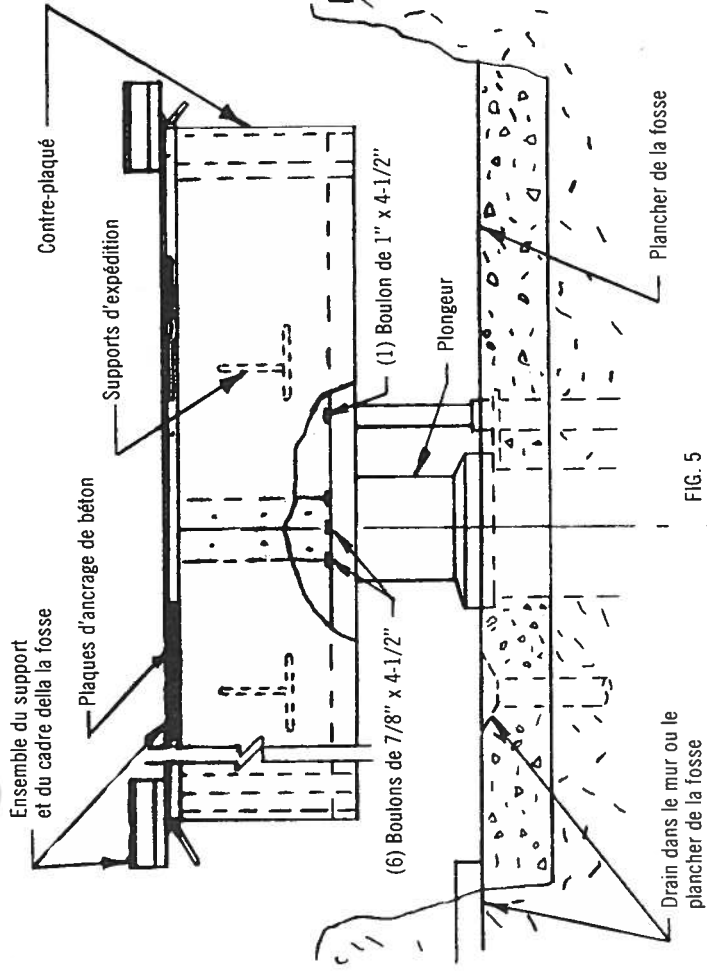
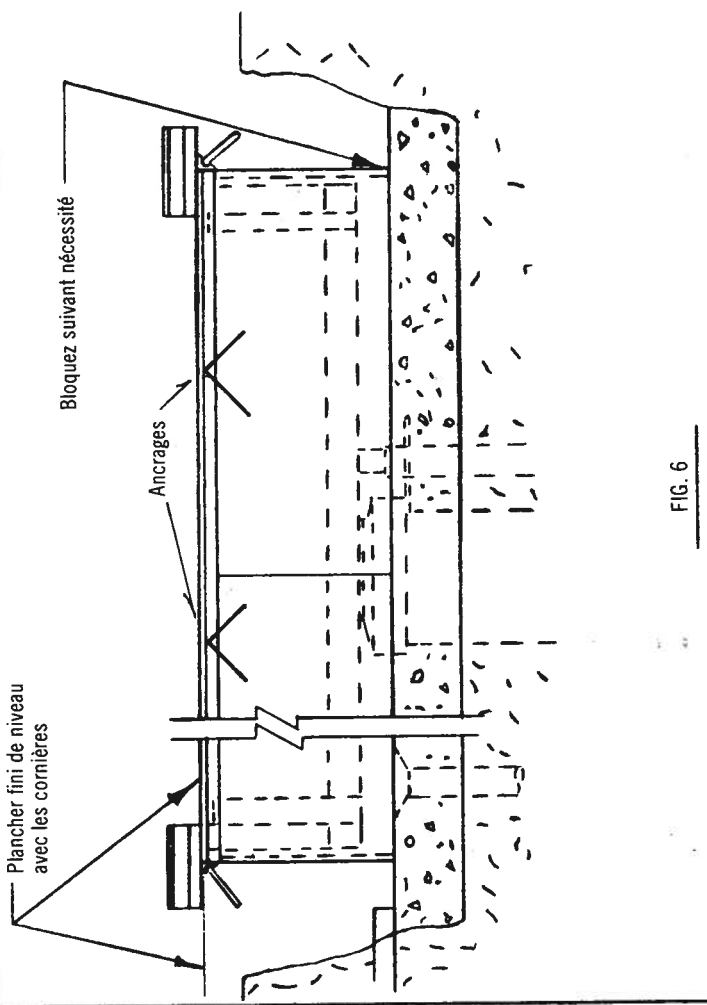

FIG. 5
FIG. 6
7. Faire élever le piston de 2 pieds, placez et boulonnez le support et l'ensemble du cadre de la fosse sur le piston avec les (6) boulons. Boulonnez la partie non-pivotante au support avec un boulon. Placez les plaques d'ancrage sur le cadre de la fosse. Voir Figure 5. Abaissez le vérin jusqu'à ce que le sommet du cadre de la fosse soit de niveau avec le plancher. Bloquez le support et le cadre de la fosse à ce niveau et vérifiez l'aplomb et l'espace libre. Voir Figure 6. Versez le béton.
9. Placez les bras et le manchon coulissant comme indiqué à la Figure 6.